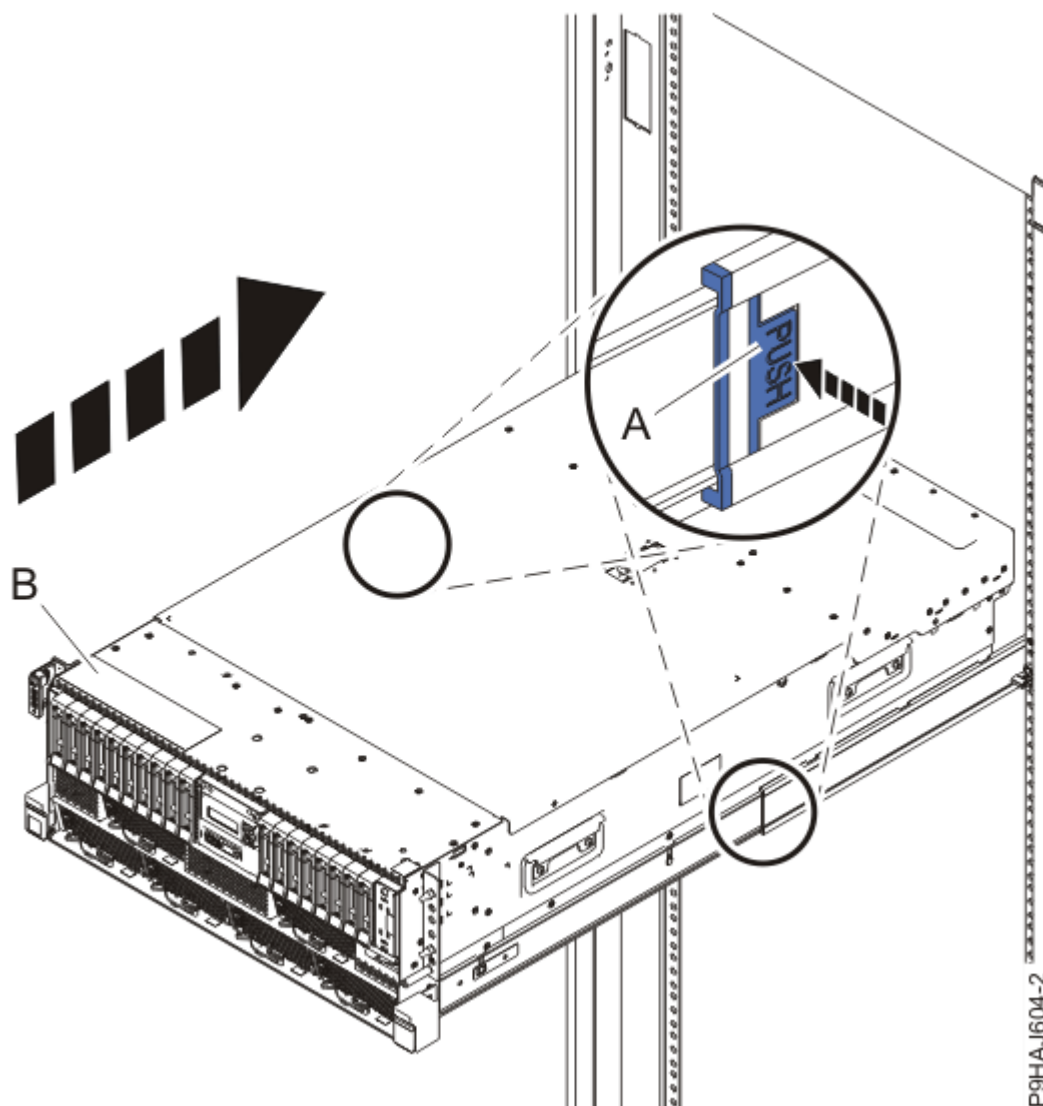

Figure 40. Mise en position de fonctionnement du système
3. Pour un système monté en armoire, déverrouillez les loquets de sécurité bleus **(A)** en les poussant vers l'intérieur, comme illustré dans la Figure 40, à la page 46.